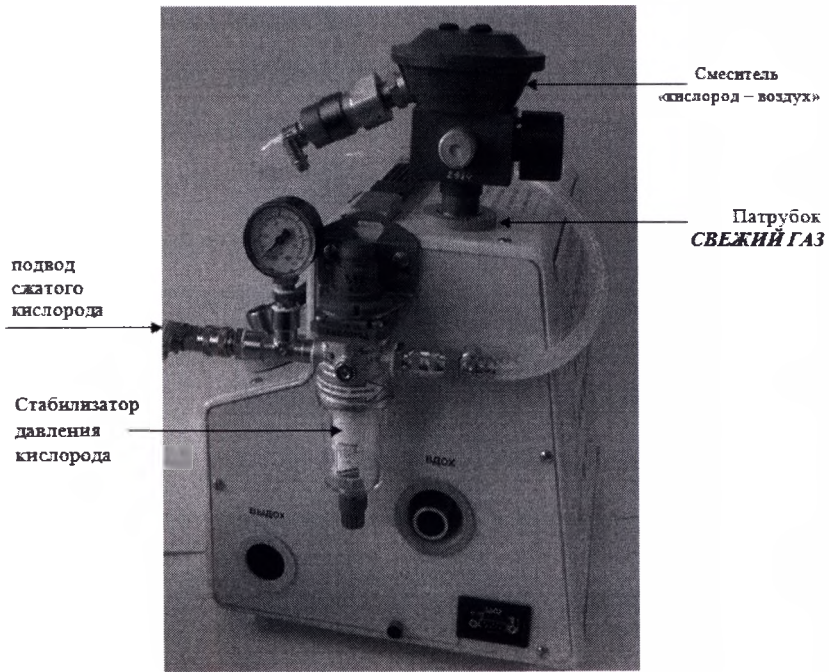

Рисунок 4.2 – Фаза-21 со стабилизатором давления кислорода
- в патрубок **СВЕЖИЙ ГАЗ** вставить смеситель «кислород-воздух», подсоединив к нему через индикатор давления (посредством шлангов и штуцера) линию сжатого кислорода (рисунок 4.2), давление питания которой от 2 до 6 Атм. Повернуть ручку смесителя с расположенной на ней градуированной шкалой таким образом, чтобы значение задаваемой концентрации кислорода в дыхательной смеси оказалось напротив красной риски, расположенной на корпусе смесителя;